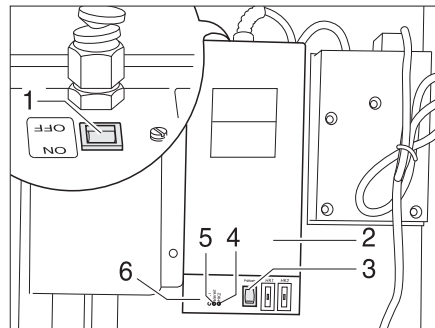

Fig. 119 Transformateur avec régulateur
Le transformateur 230 V AC/12 V DC (Fig. 119,2) est, suivant le modèle, monté dans la penderie ou dans la banquette de la dinette.
- Le voyant de contrôle (Fig. 119,5) s'allume en vert : Régulateur en marche
- Les voyants de contrôle (Fig. 119, 4 et 6) s'allument en rouge : Les conduites des eaux usées sont chauffées
Un bouton-poussoir de contrôle (Fig. 119,3) est intégré dans le boîtier, ce bouton permet d'enclencher brièvement le régulateur. En appuyant sur le bouton-poussoir de contrôle, vous pouvez tester le fonctionnement du chauffage, même si la température ambiante est supérieure à 5 °C.
- Placer l'interrupteur (Fig. 119,1) du transformateur (Fig. 119,2) sur "ON".
- Placer l'interrupteur (Fig. 119,1) du transformateur (Fig. 119,2) sur "OFF".